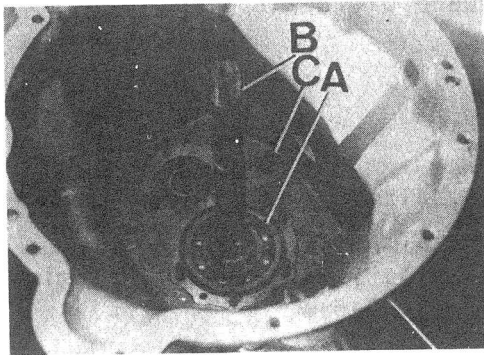
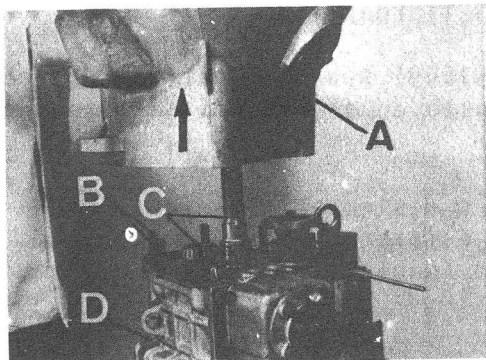

Fig. C1-81 Cárter de embrague
Fig. C1-82 Cárter de embrague
1.2 Desmontar el anillo elástico y arandela que fijan el rodamiento, A (Fig. C1-81) al eje primario, B.
1.3. Desmontar los elementos de fijación, C (Fig. C1-81) del cárter de embrague al -cárter de la caja de velocidades.
1.5. Se botará el cárter de embrague hacia arriba, A (Fig. C1-82), empleando para --ello una maza de plástico, hasta que el cárter, en unión del rodamiento del pri--mario, se libere de los espárragos de fijación, B, teniendo en cuenta que todo --el tren de engranajes, incluyendo el eje primario, C, quedará perfectamente alo--jado en el cárter de la caja de velocidades.
- 2.1.1. Montar una junta sobre el cárter de la caja de velocidades, D (Fig. C1-82) aplicándole previamente una capa de Hermetical 600 en ambas caras.
- 2.1.2. Montar el cárter de embrague, A (Fig. C1-82), fijándolo con sus tuercas, C (Fig. C1-81) dándole un par de apriete de 6 á 7,5 mkg.
- 2.1.3. Montar la arandela y el anillo elástico que fijan el rodamiento, A (Fig. C1-81) al primario, B.